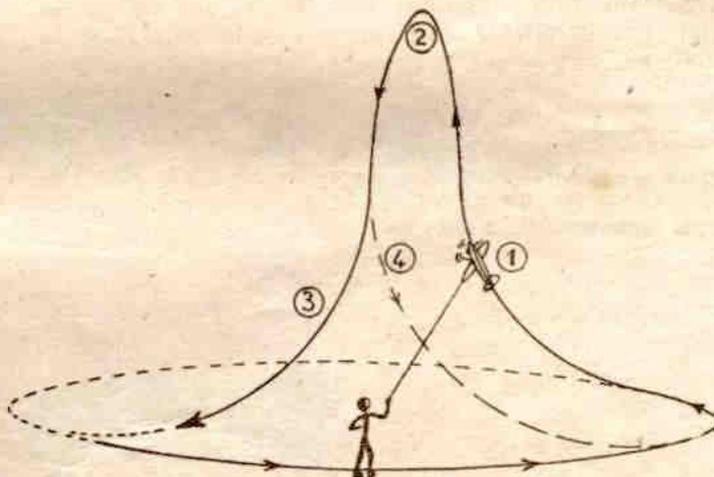

Fig. 44. — Autre moyen de passer sur le dos.
chandelle vous est familière (fig. 44, trajectoire 1, 2, 4). Au lieu de redescendre suivant la trajectoire (4), changez de main en (2) et tirez sur le manche de la main gauche, l'appareil fera sa ressource en (3) et sera sur le dos.